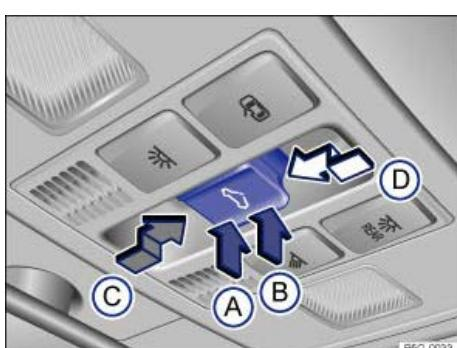

Abb. 54 Im Dachhimmel: Taste für das Glasdach.
Die Taste  Abb. 54 ist 2-stufig. In der 1. Stufe kann das Dach ganz oder teilweise ausgestellt, geöffnet oder geschlossen werden.
Funktion	Handlung Abb. 54
- **Glasdach:** Innerhalb von etwa 5 Sekunden nach dem Auslösen der Kraftbegrenzung die Taste  \Rightarrow Abb. 54 bis zur 2. Stufe so lange in Pfeilrichtung \Rightarrow Abb. 54 (D) drücken, bis das Glasdach vollständig geschlossen ist.